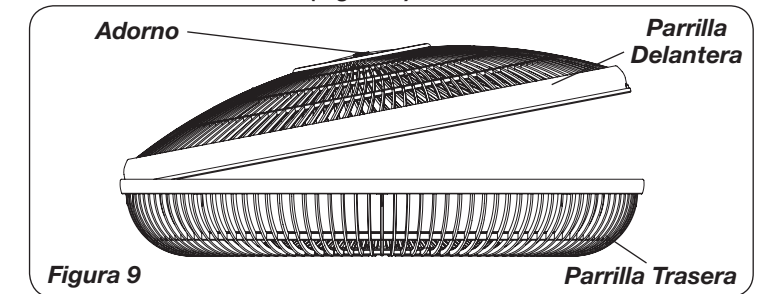

Figura 9
5. Con la cabeza del ventilador en posición vertical, coloque la **Rejilla Frontal** alineando el **Ornamento** en forma horizontal. Asegure las rejillas insertando estas comenzando por la parte de abajo y siguiendo hacia arriba. LAS REJILLAS NO NECESITAN GANCHOS PARA SU ENSAMBLE. (Figura 9)